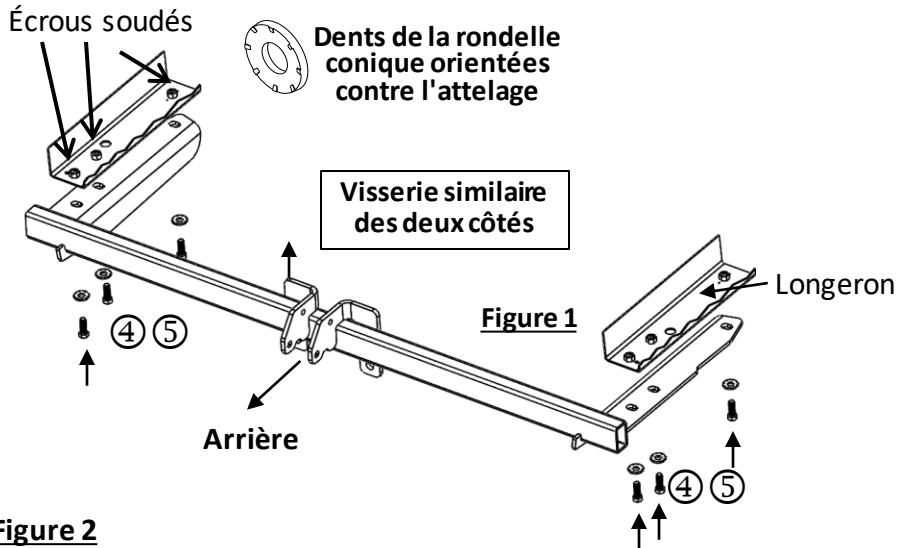

Figure 2
- Trim bumper fascia and bottom appearance panel** - locate the center of bottom bumper fascia and trim 6.5" tall by 10" wide area, see **Figure 2**. Radius cut out corners to retain holes in bumper fascia. Trim the bottom appearance panel as shown in **Figure 3**.
- Découper le carénage de pare-chocs et le panneau décoratif inférieur** - Repérer le centre du carénage de pare-chocs inférieur et découper une zone de 6,5 x 10 po (H x L), voir **Figure 2**. Les coins arrondis découpés doivent indurcir les trous du carénage de pare-chocs. **Découper le panneau décoratif inférieur comme illustré à la Figure 3**.